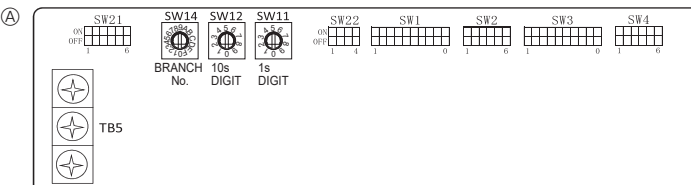

Fig. 5-9
- ② Controlador remoto inalámbrico (al instalar un receptor de señales inalámbrico)
- ③ Bloque de terminales para los cables de transmisión interiores
- ④ Bloque de terminales para los cables de transmisión exteriores (M1(A), M2(B), S(S))
- ⑤ Mando a distancia
- ⑥ Receptor de señales inalámbrico
- ⑦ Controlador remoto inalámbrico
5.5. Configuración de las direcciones (Fig. 5-9)
- ① Cómo configurar las direcciones
- ② Como configurar los números de ramal SW14 (Sólo serie R2)
- ⑧ Tablero de direcciones
5.6. Ajuste del interruptor según la altura del techo (Fig. 5-9)
5.7. Captar la temperatura de la sala con el sensor incorporado en el mando a distancia (Fig. 5-9)